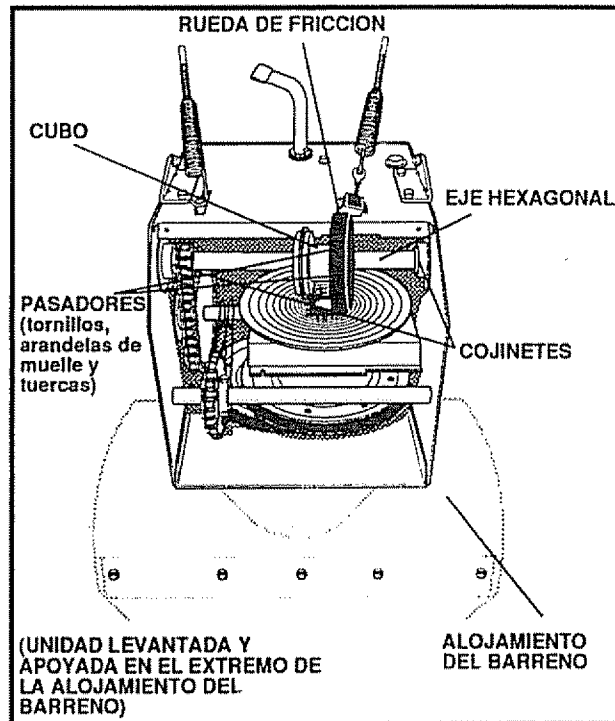

FIG. 33
- Coloque la máquina removedora hacia arriba y sobre el extremo del alojamiento del barreno (vea la Fig. 33).
- Remueva el cojinete derecho, dejando el eje hexagonal en su posición original (vea la Fig. 33).
- Retire la rueda de fricción del cubo y sáquela hacia el lado derecho del eje hexagonal (vea la Fig. 33).